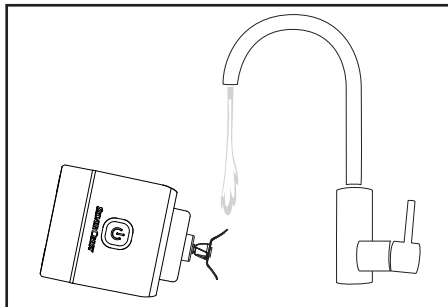

Bild 2
- Diska alltid krysskniven ⑤ försiktigt, gärna med en diskborste under rinnande vatten. Akta så att det inte kommer in vätska i motorenheten ⑨ och doppa aldrig ned produkten i vatten. Luta på produkten så att bara krysskniven ⑤ hamnar i vattenstrålen (se bild 2). Det är mycket lättare att rengöra produkten om man gör det direkt efter användningen.